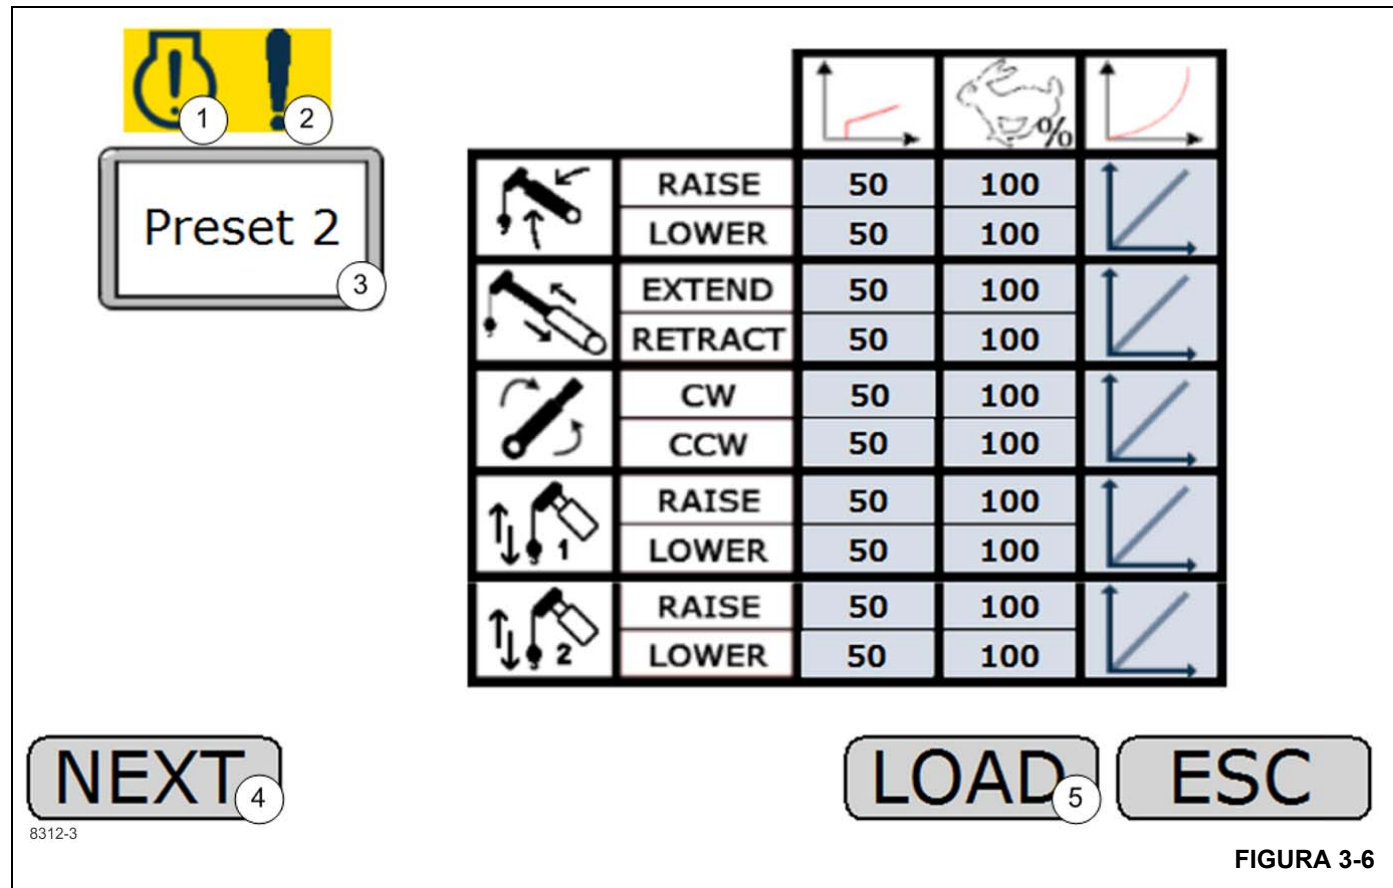

FIGURA 3-6
La vista de carga de preajustes (Figura 3-6) permitirá al operador ver/cargar tres diferentes preajustes (preajuste 1, preajuste 2 y preajuste 3) o de cargar la opción “sin
Indicador de falla de motor activa (1) (Figura 3-6)